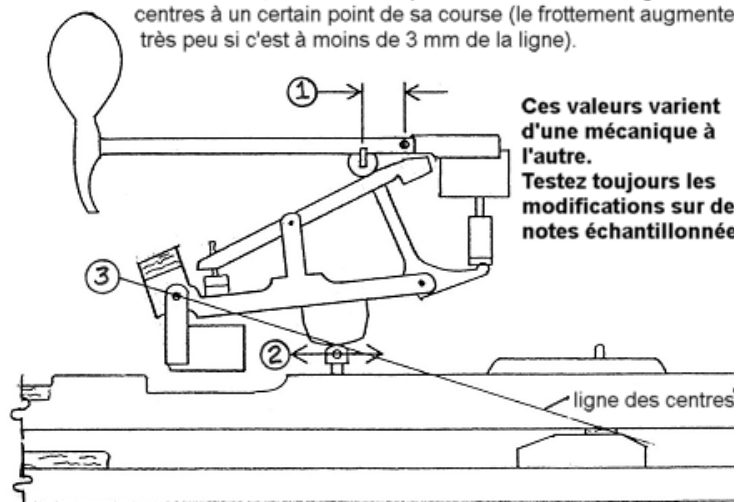

Figure 5 : deux méthodes pour modifier le rapport de la mécanique
3. Réglez les touches échantillons. Mesurez **R**, **Pd**, **Pa** et trouvez **F**. Corrigez **F** si les valeurs sont anormales et remesurez **Pd** et **Pa**. Remarque : pour minimiser le frottement du pilote, le point de contact pilote/chevalet devrait franchir la ligne des centres³ à un certain moment de la course de la touche (figure 5). Si ce point de contact n'est pas à 2 mm de la ligne, vous pouvez corriger cela en modifiant les talons de chevalet, le diamètre du rouleau, le perçage des marteaux, ou en changeant la hauteur des montants de mécanique sur le châssis de clavier.